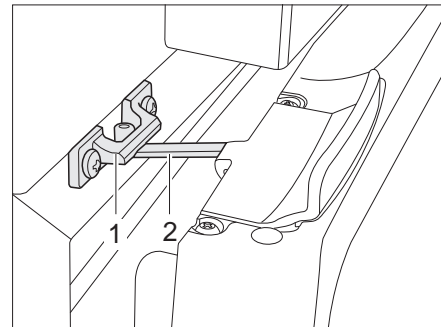

Bild 235 Kylskåpsdörr i ventilationsläge (Thetford)
- För upp låset (Bild 235,2) och haka fast det i låsfästet (Bild 235,1). Därvid stannar kylskåpsdörren i öppet läge.